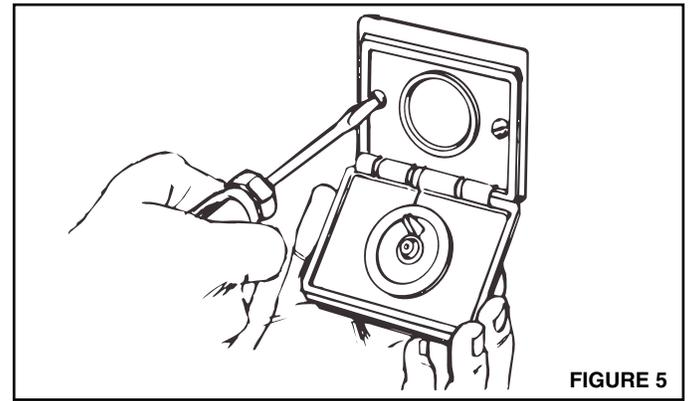

FIGURE 5
6. **Refer to Figure 5.** Place inlet into mounting bracket and secure.
6. **Voir Figure 5.** Posez la prise dans le support de fixation et serrez.